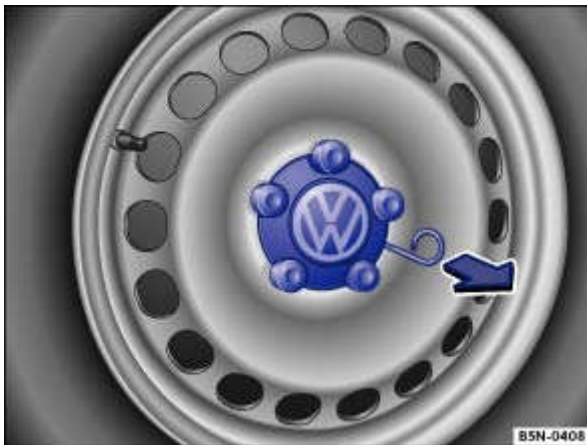

Fig. 259 Retrait de l'enjoliveur central
- Pour le *retirer*, prenez l'étrier métallique dans l'outillage de bord → Outillage de bord et accrochez-le sur l'arête de l'enjoliveur → Fig. 259 .